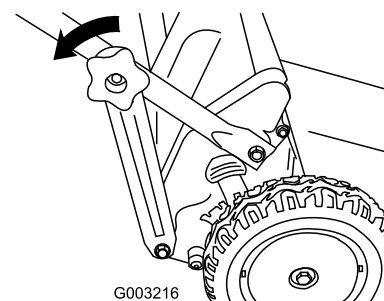

Figura 16
1. Retire los pomos del manillar inferior que sujetan los extremos del manillar inferior a los soportes del manillar (Figura 16).